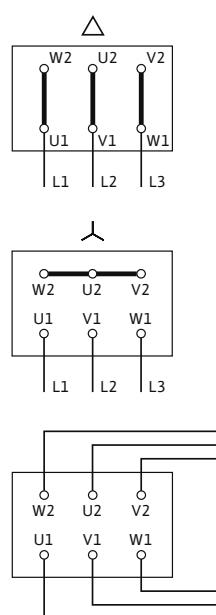

Fig. 17: Netaansluiting
Het aansluitschema voor de elektrische aansluiting bevindt zich in de klemmenkastafdekking (zie ook Fig. 17).
- De netaansluiting is afhankelijk van het motorvermogen P_2 , van de netspanning en het inschakeltype. De noodzakelijke schakeling van de verbindingssbruggen in de klemmenkast kan in de volgende lijst 'Tab. 4: Indeling van de aansluitklemmen' op pagina 103 evenals Fig. 17 worden gevonden.